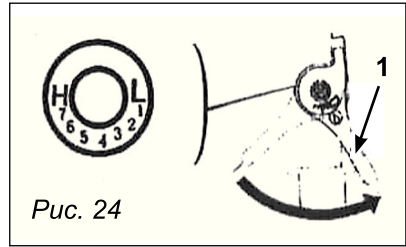
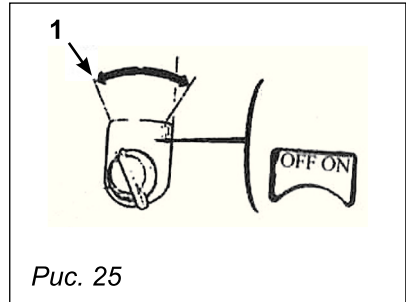

Рис. 24
Рис. 25
Переместите выключатель зажигания в положение «Запуск» (ON) (рис. 25). Установите рычаг газа в среднее положение (рис. 20, рис. 24).
Переместите рычаг дроссельной заслонки в крайнее правое положение (рис. 24).
Переместите выключатель зажигания в положение «Выключено» (OFF) (рис. 25).